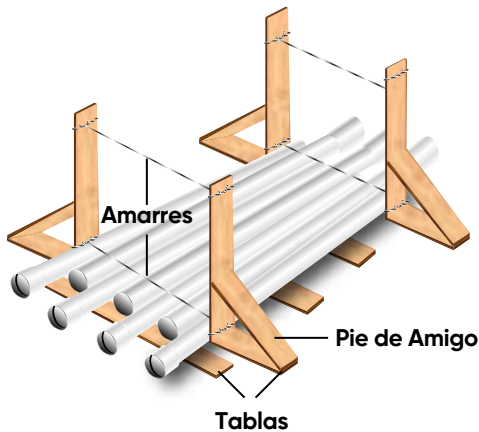

Figura 2
2. Almacenar sobre superficies niveladas. Se debe ubicar entre dos paralelos rígidos (barreras), en el caso de no contar con estos se deben construir enterrando cuatro paralelos rígidos laterales amarrados y con pie de amigo como se observa en la figura 2.